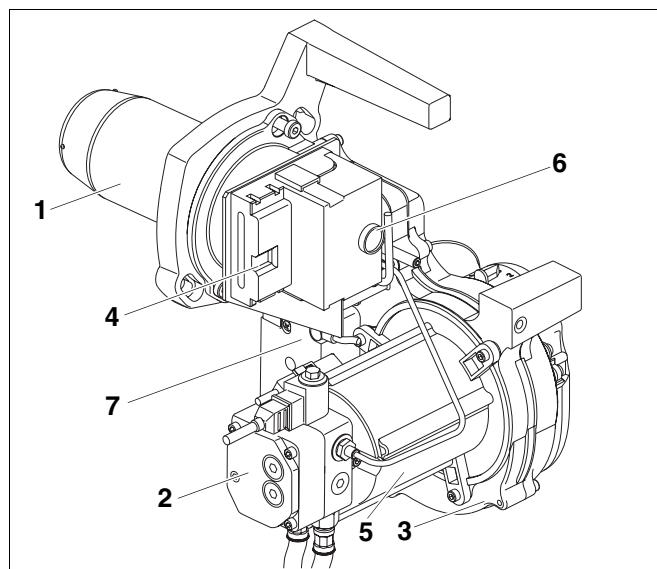

Рис. 1 Горелка Logatop SE
- труба горелки (рис. 1, **поз. 1**)
- топливный насос с электромагнитным клапаном и шлангами для дизтоплива (рис. 1, **поз. 2**)
- корпус горелки (рис. 1, **поз. 3**)
- разъем горелки для подключения 7-контактного штекера (рис. 1, **поз. 4**)
- мотор горелки (рис. 1, **поз. 5**)
- автомат горения дизельного топлива с кнопкой подавления помех (рис. 1, **поз. 6**)
- устройство розжига (рис. 1, **поз. 7**)
Горелка (рис. 1) имеет штекерное соединение с системой управления (7-контактный штекер).